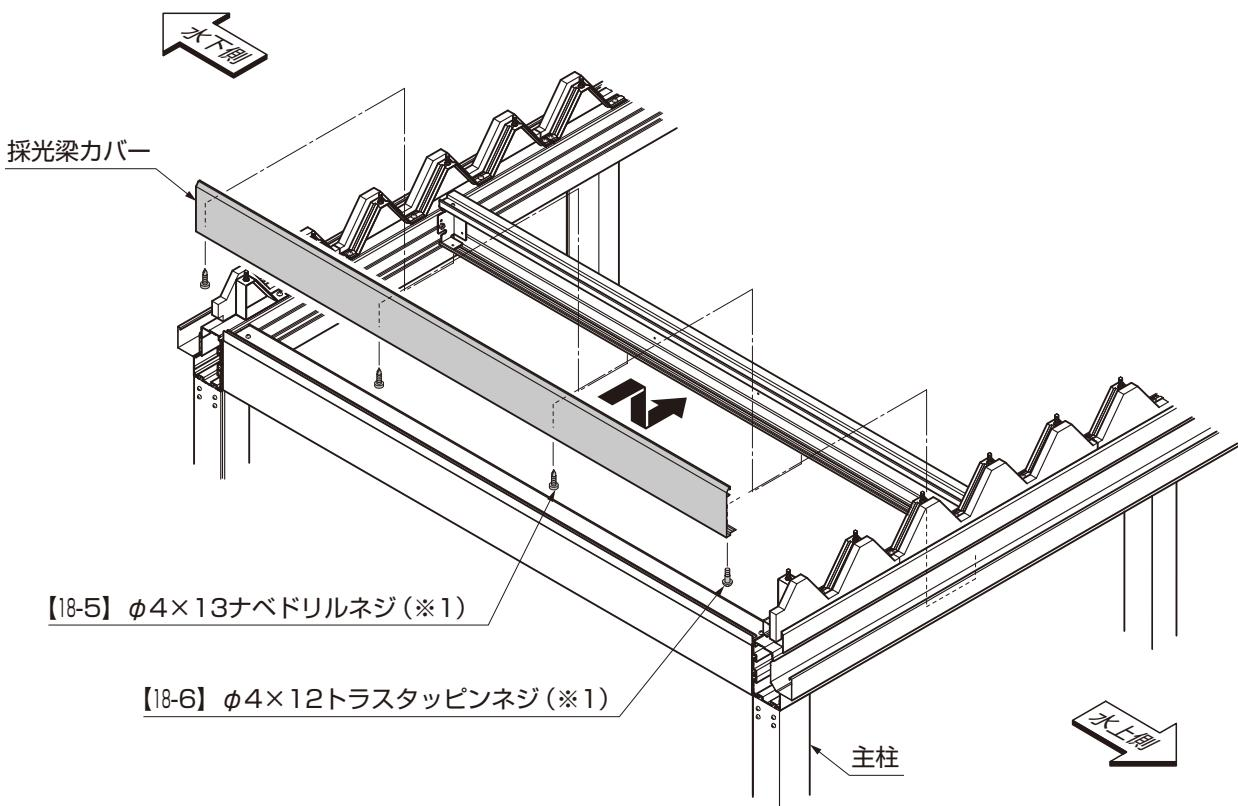

図15-4
- ②組付けた追加梁を【18-5】で組付けてください。(図15-4参照)